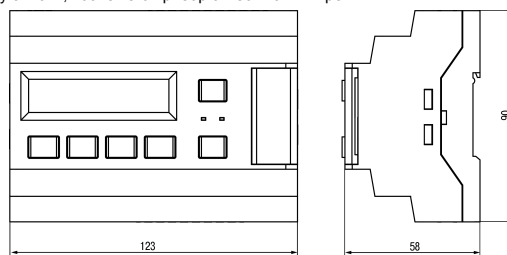

Рисунок 2 – Габаритный чертеж прибора
1. Подготовить на DIN-рейке место для установки прибора в соответствии с размерами прибора (см. *рисунок 2*).